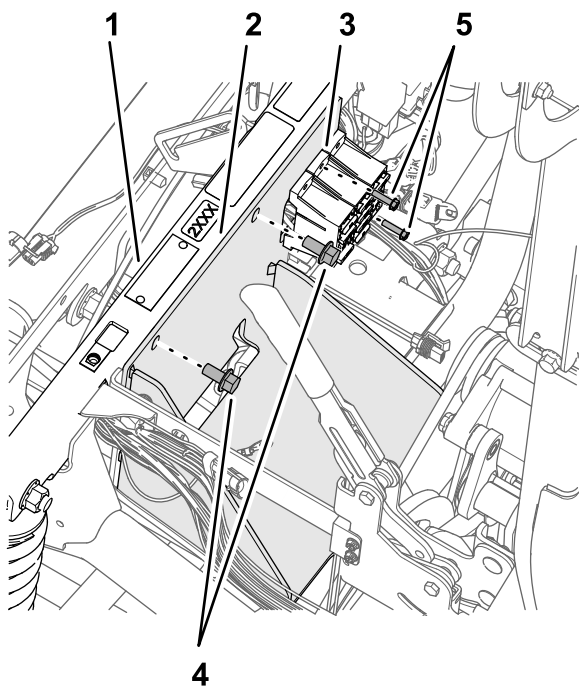

Figura 173
2. Montate la staffa della batteria sul tubo di supporto dell'ammortizzatore (Figura 173) con i 2 bulloni a testa flangiata ($\frac{3}{8}$ " x $\frac{3}{4}$ "") che avete conservato al passaggio 4 di Rimozione della batteria (300 A) e della staffa della batteria (pagina 80).
- Fissate i portafusibili alla staffa della batteria (Figura 173) con il bullone (10-24 x ¾") e i dadi (10-24) che avete rimosso al passaggio 3 di Rimozione della batteria \(300 A\) e della staffa della batteria \(pagina 80\).